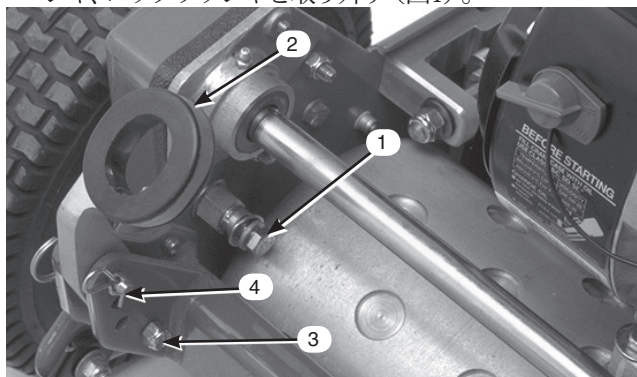

図1
1. 機体両側の取り付けピンから、キャップスクリュー、ワッシャ、ロックワッシャを取り外す (図1)。
2. ハンドル・アームの下部を機体両側に固定しているキャップスクリューとロックナットを取り外す (図1)。
3. ハンドル・アームをフレームに固定しているヘアピン・コッターとリング・ピンを取り外す (図1)。
4. ハンドルの各端をハンドルアームの穴に差し込み、取り付けピンとハンドルの穴を整列させる (図1)。
1. 機体左右のリング・ピンからヘアピン・コッターを抜き取る (図1)。
2. ハンドルを支えながら、左右のリング・ピンを抜き、ハンドルを希望の高さにセットする。(図1)